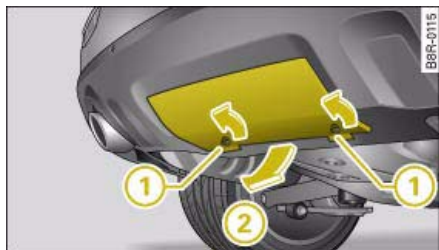

Fig. 199 Zona del parachoques trasero: Retirar la cubierta del parachoques
- Una vez haya desacoplado el remolque, encaje de nuevo la caperuza guardapolvo ④ en su sitio.
- Tire de la empuñadura ① en la dirección de la flecha. El dispositivo para remolque está desbloqueado y pivota hacia abajo. El diodo ② pasa de estar iluminado en color verde a parpadear en color rojo.
- Coloque la cubierta del parachoques ⇒ *página 208*, fig. 199 con los salientes por delante y gire los dos cierres 90°, de manera que la cubierta quede bien asegurada.